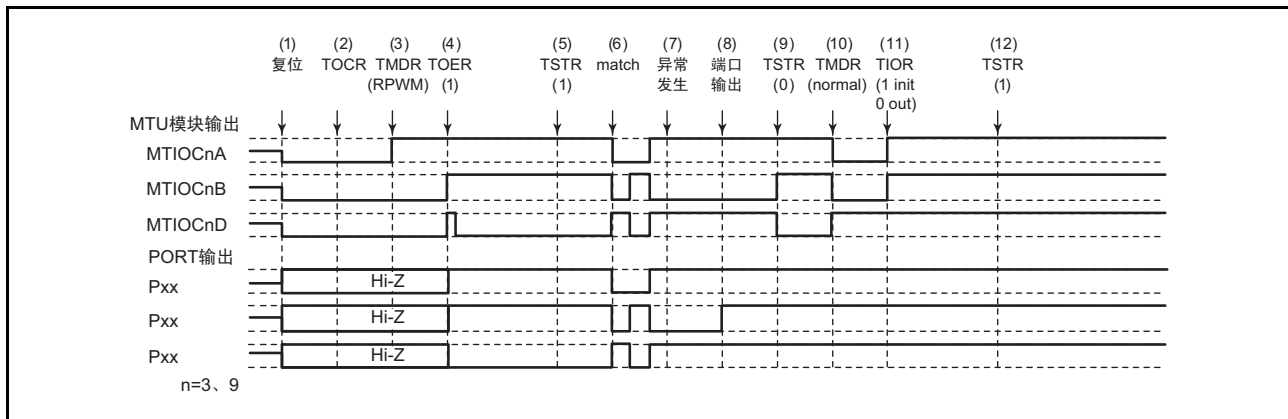

图 18.150 在复位同步 PWM 模式中发生异常并且在正常模式中恢复的情况
在复位同步 PWM 模式中发生异常并且重新设定后在正常模式中重新开始的说明图如图 18.150 所示。
- (1) ~ (9) 和图 18.150 通用。
- (10) 必须设定 PWM 模式 1 (MTU 输出的正相侧为低电平, 反相侧为高电平)。
- (11) 必须通过 TIOR 对引脚进行初始化 (在 PWM 模式 1 中不对 MTIOCnB 进行初始化)。
- (12) 通过 TSTR 重新开始。
(28) 在复位同步 PWM 模式的运行过程中发生异常并且在互补 PWM 模式中重新开始时的运行
- (10) 必须通过 TOER 禁止通道 3 和通道 4 (或者通道 9 和通道 10) 的输出。
- (11) 必须通过 TOCR 选择互补 PWM 的输出电平以及允许或者禁止周期输出。
- (12) 设定互补 PWM (MTU 的周期输出引脚为低电平)。
- (13) 必须通过 TOER 允许通道 3 和通道 4 (或者通道 9 和通道 10) 的输出。
- (14) 通过 TSTR 重新开始。
(29) 在复位同步 PWM 模式的运行过程中发生异常并且在复位同步 PWM 模式中重新开始时的运行
- (10) 通过 TSTR 重新开始。
- (11) 通过发生比较匹配输出复位同步 PWM 波形。